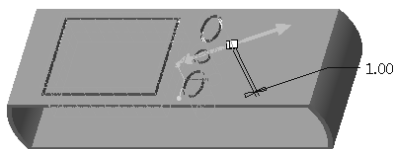

图 5-178 指定加厚方向
10) 在“加厚”选项卡中单击 （反转结果几何的方向）按钮两次，使加厚侧方向为向两侧，如图 5-178 所示。